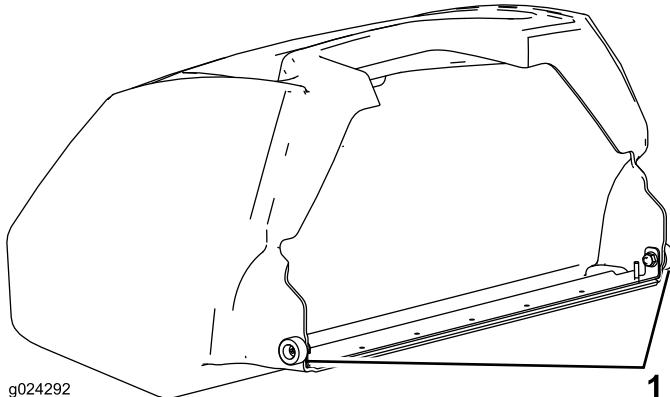

**Figura 9**
1. Agarre no cesto pela pega (Figura 9).
2. Oriente o rebordo do cesto entre as placas laterais da unidade de corte e sobre o rolo frontal (Figura 9).
3. Instale os ganchos do cesto por cima do arco da estrutura (Figura 9).